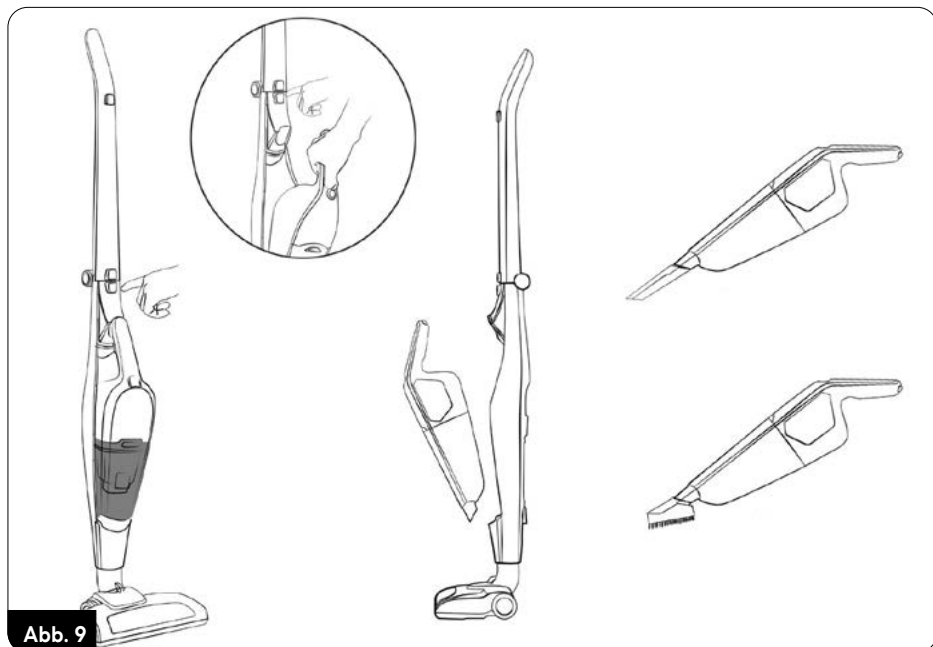

Abb. 9
5. Das zusätzliche Zubehör des Staubsaugers (kleine Bürste, Fugenbürste) kann genutzt werden, nachdem der Staubsauger aus dem Hauptgriff entfernt wird. Drücken Sie den Knopf (4) und nehmen Sie den Staubsauger aus dem Hauptgriff (2). Bringen Sie dann das gewünschte Zubehör am Ende des Staubsaugers an (Abb. 9).